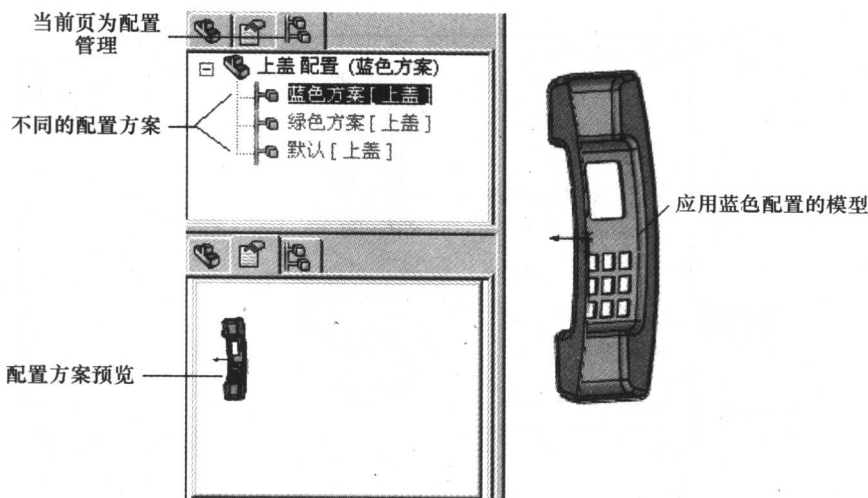

图 1-17 配置管理页
配置管理页管理当前文档中的配置，是用来生成、选择和查看一个文件中零件和装配体多个配置的工具，配置管理页如图 1-17 所示。
- 预览配置方案。在需要预览的方案上单击鼠标右键，弹出菜单中选择【显示预览】，可以看到在配置方案下面有方案的预览图，如图 1-17 所示。